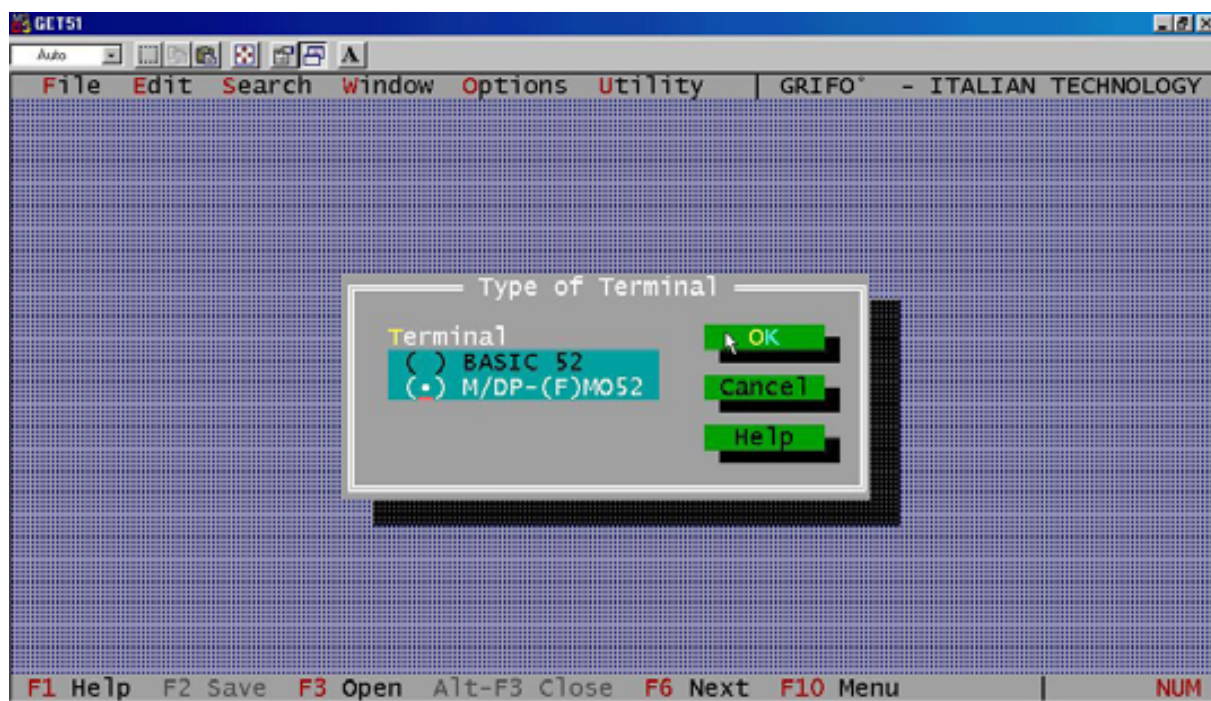

FIGURA 16: CONFIGURAZIONE TIPO TERMINALE CON GET51
- 2) Tramite il menu *Options / Set Terminal...*, selezionare il tipo di terminale *MD/P-(F)MO52* adatto all comunicazione con **FMO53** come illustrato in figura 16, e premere *OK*.